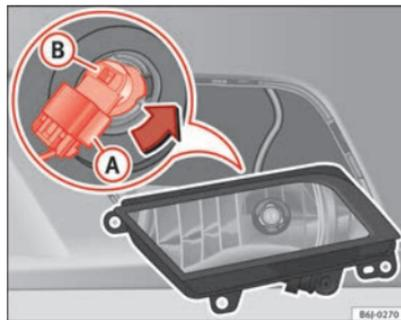

Fig. 160 Projecteur antibrouillard
- Retirez le connecteur ⇒ fig. 160 **A** de l'ampoule.
- Tournez la douille d'ampoule ⇒ fig. 160 **B** vers la gauche puis tirez.